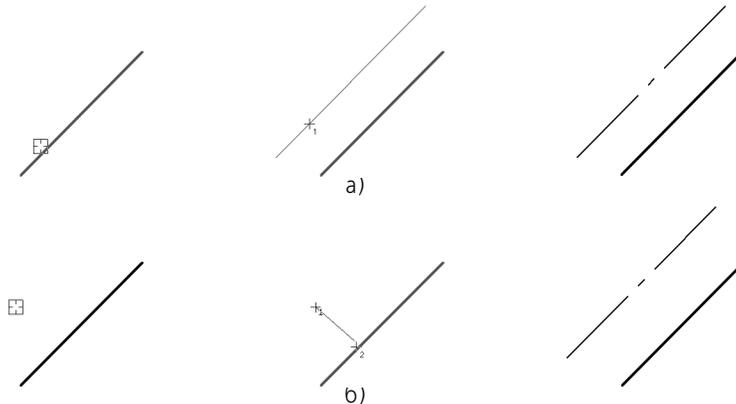

Рис. 28.37. Пример построения автоосевой; способ **По объектам**
- ▼ отрезок, затем точку (рис. 28.37, а) или
- ▼ точку, затем отрезок (рис. 28.37, б).